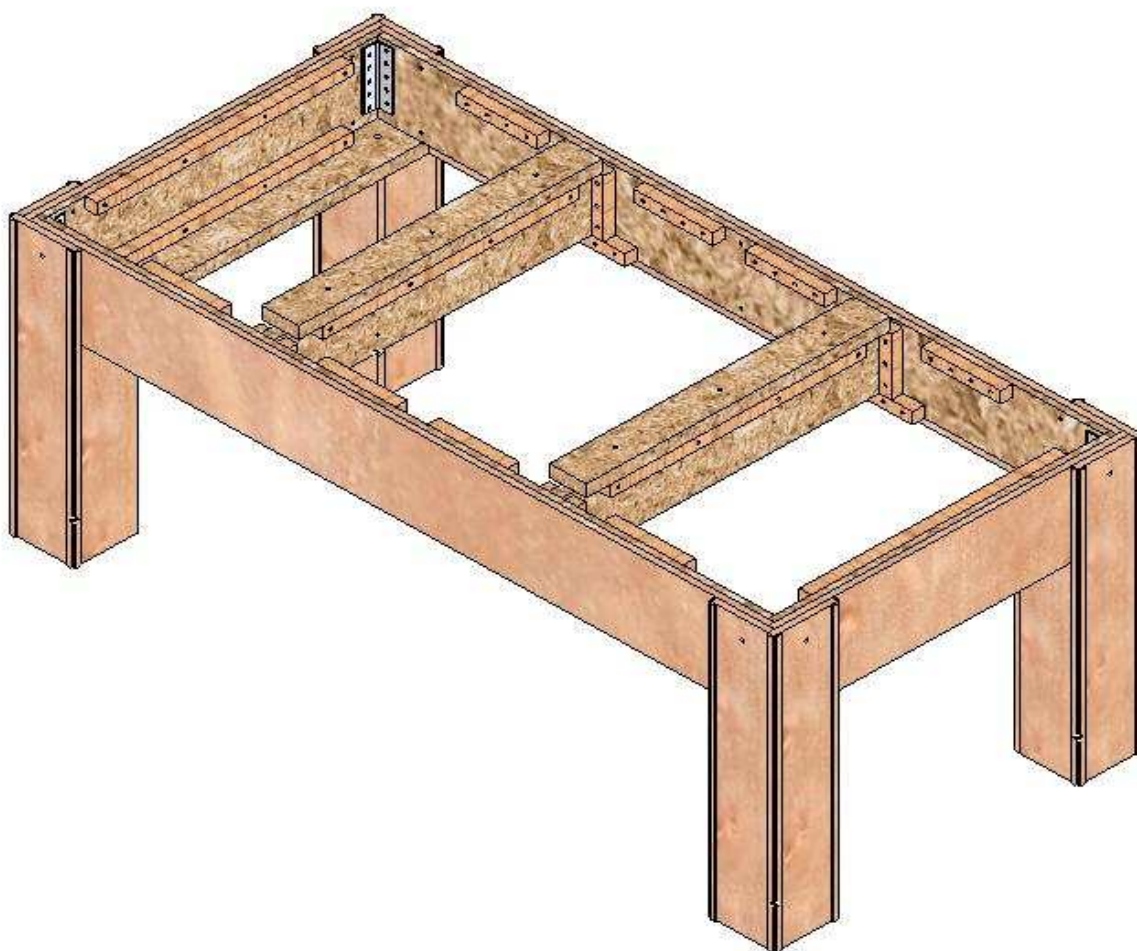

Рисунок 4.20
3. Установите собранный корпус на опоры и закрепите (рис.4.20).